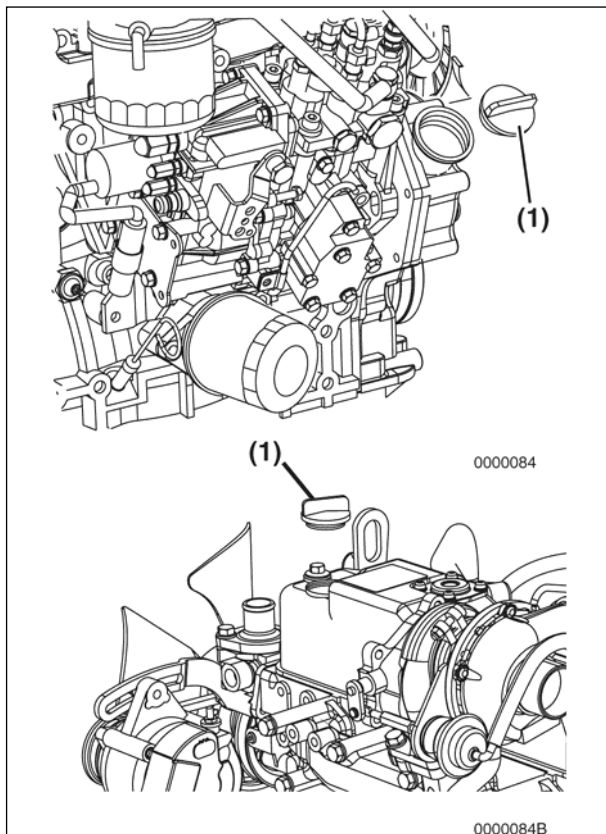

Figura 5-1
4. Scoateți unul din capacele de umplere pentru ulei (**Figura 5-1, (1)**) ca să aerisiți carterul motorului și lăsați uleiul de motor să se scurgă ușor.